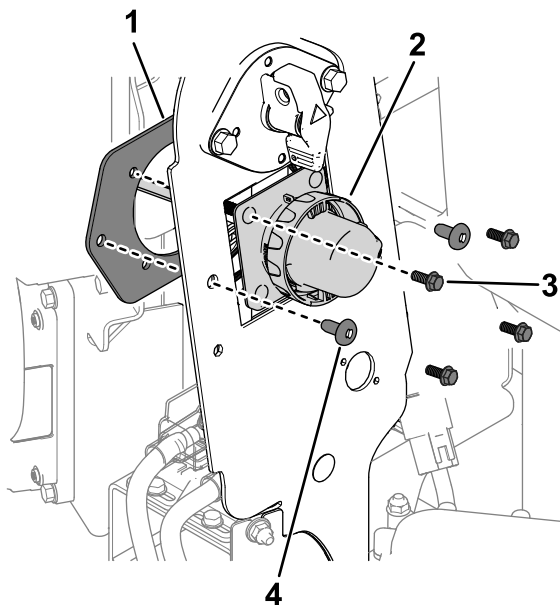

Figura 2
2. Rimuovete la bulloneria che fissa il connettore del caricabatterie e la piastra del connettore al pannello del telaio (Figura 2).